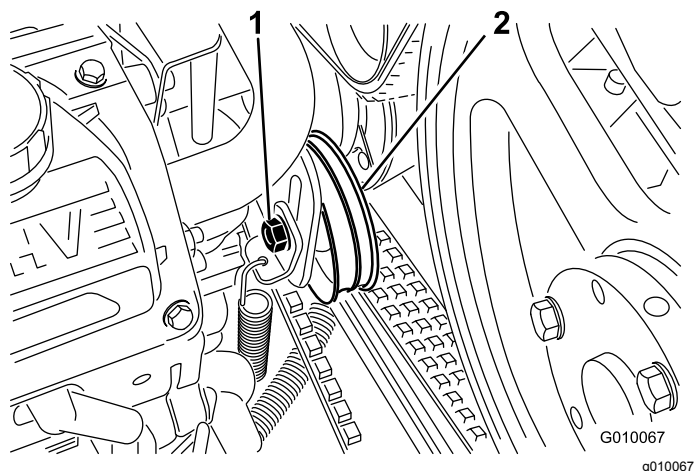

図 58
4. ポンプベルトのアイドルを調整スロットの範囲内で動かせる程度に、アイドルのボルトをゆるめる 図 58。